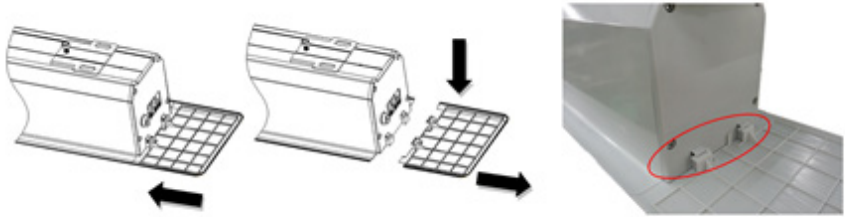

Abbildung 6
6. Befestigen Sie abschließend die Revisionsabdeckungen (B) seitlich an das Leinwandgehäuse. Zum demontieren dieser, ziehen Sie die Abdeckungen nach unten und vom Gehäuse weg (Abbildung 6).